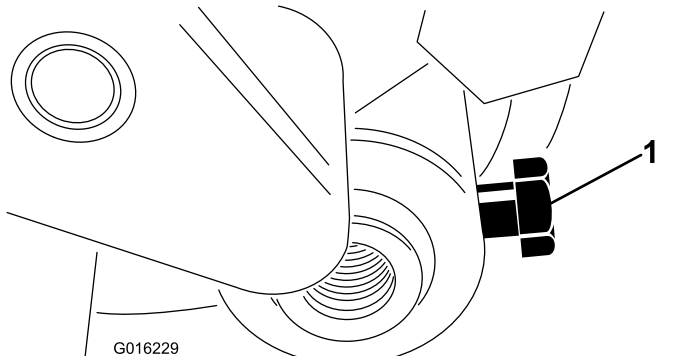

Bild 3
3. Lösen Sie die Schraube, mit der die Rollenwelle am Schnitthöhenarm befestigt ist (Bild 3).